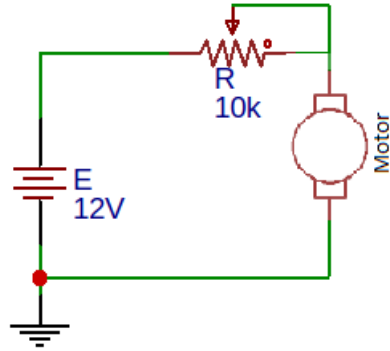

Figura 43: O potenciômetro como reostato - controle de motor CC
- Considere o circuito apresentado na Figura 43.